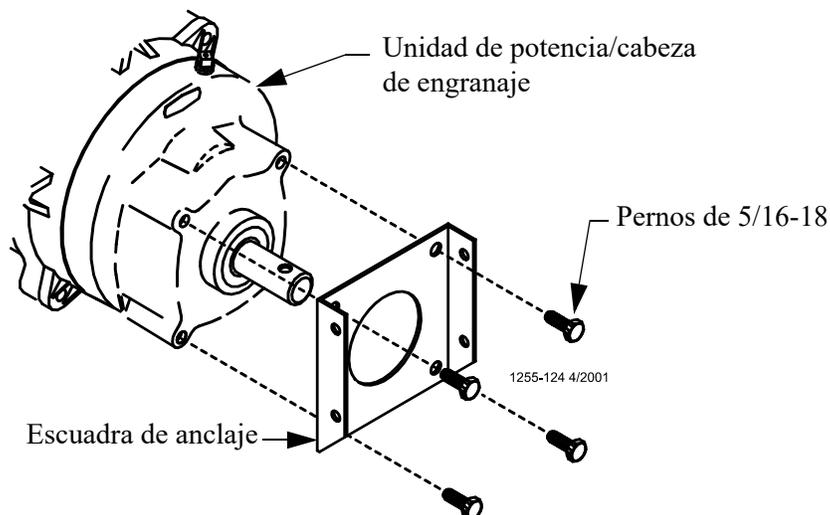

Figura 33. Instalación del soporte de anclaje en la unidad de potencia/cabeza de engranaje
3. Instalar el soporte de anclaje en la unidad de potencia/cabeza de engranaje, como se muestra en la **Figura 33.**, con los pernos de 5/16-18 que se incluyen.